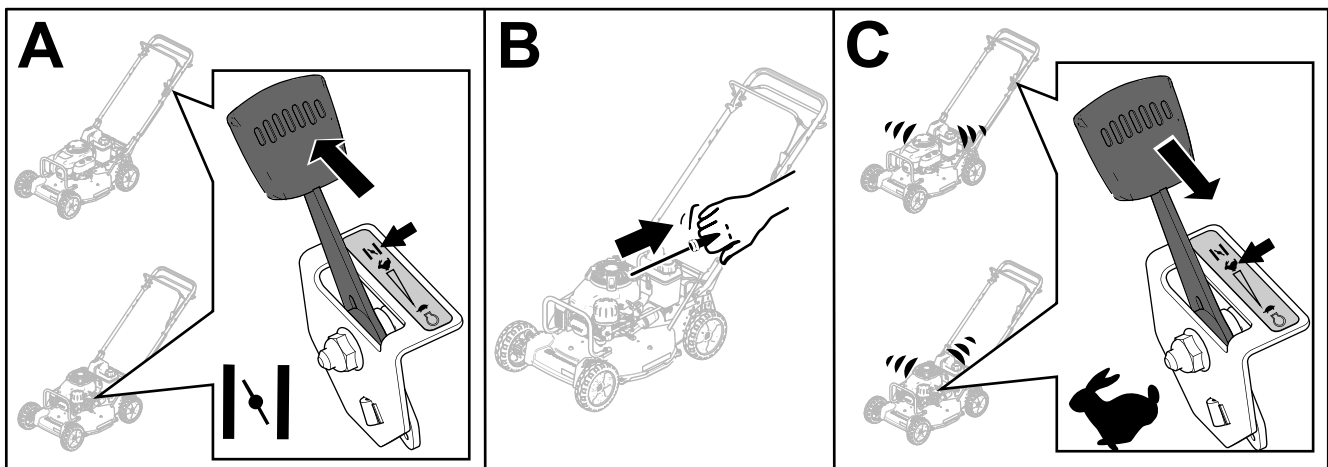

Figure 16
3. Réglez la commande d'accélérateur en position STARTER (A de Figure 16).
4. Tirez légèrement sur la poignée du lanceur jusqu'à ce que vous sentiez une résistance, puis tirez vigoureusement (B de Figure 16).
5. Lorsque le moteur démarre, amenez la commande d'accélérateur en position HAUT RÉGIME (C de Figure 16).